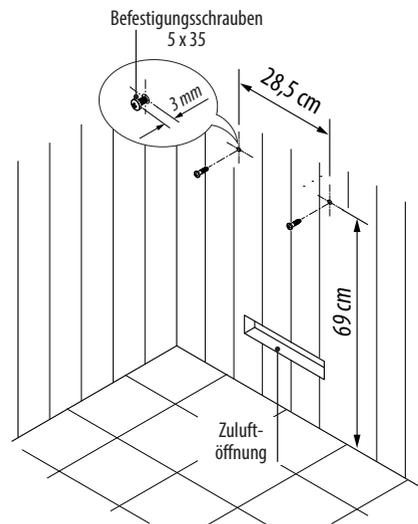

Abb. 3
1. Die 2 Spanplattenschrauben gemäß den Maßen in Abb. 3 so in das Holz der Kabinenwand eindrehen, dass zwischen Schraubenkopf und Holz noch ca. 3 mm Platz ist.
3. Den Saunaofen mit den Aufnahmeöffnungen an der Rückwand in die Schrauben einhängen (Abb. 3).